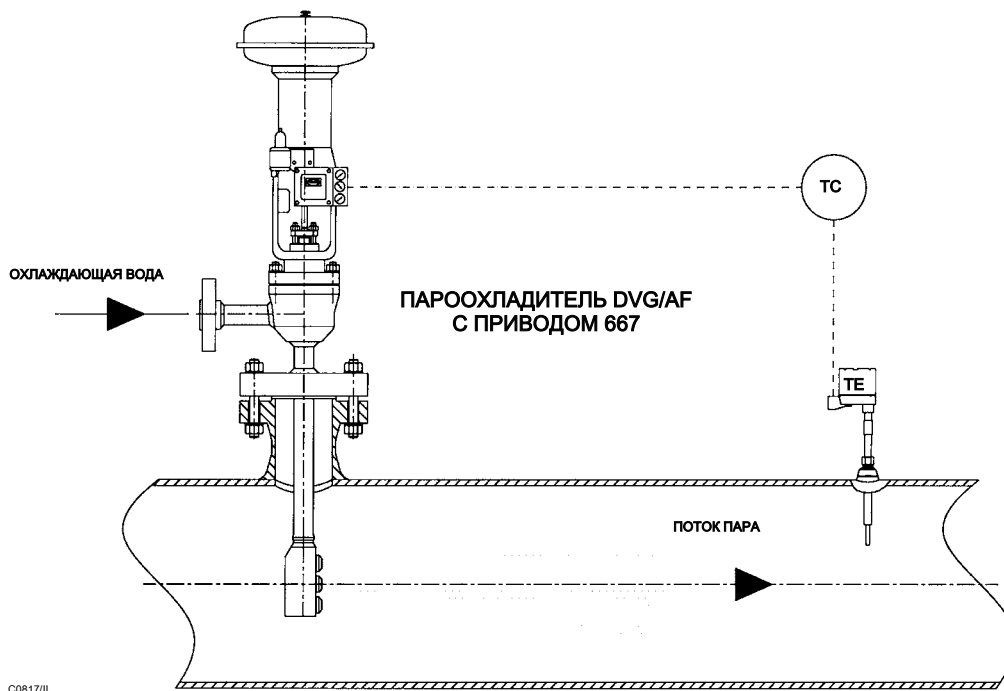

Рис. 5. Типовой монтаж DVG/AF
6. На рис. 5 представлен типовой контур управления. Температурный датчик (TE) измеряет изменения температуры и передает сигнал на удаленный контроллер индикации температуры или в распределенную систему управления (DCS). Выходной сигнал от контроллера направляется на расположенный на пароохладителе позиционер. В свою очередь, выходной сигнал позиционера направляется на привод, который приводит в движение шток/заглушку пароохладителя. При подъеме штока пароохладитель открывается, впуская дополнительный поток воды.